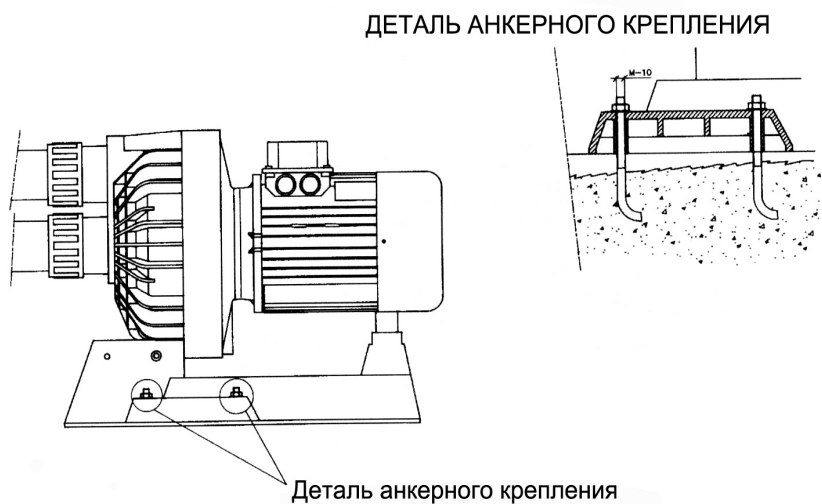

РИС. 1
- Все насосы поставляются с основанием, в которых имеются четыре отверстия для крепления насоса к полу с помощью анкерных болтов (рис. 1).